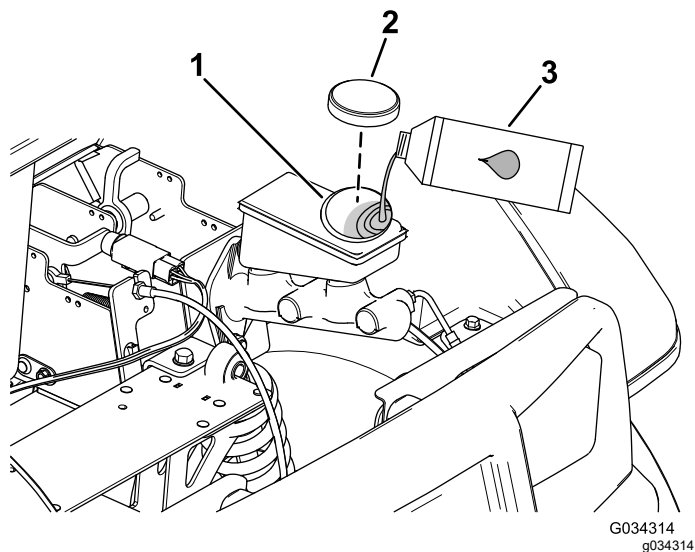

图 51
2. 抬起机罩可接触到主刹车油缸和油箱图 51。
- A. 清洁油箱盖附近的区域并取下油箱盖图 51。
- C. 安装油箱盖图 51。